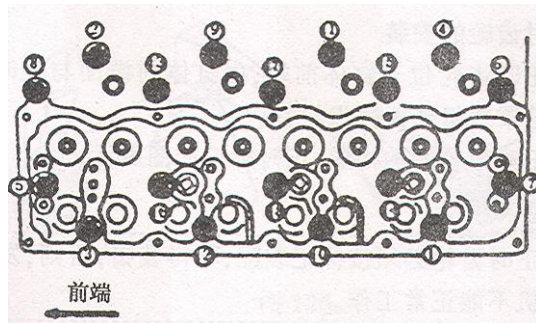

Рисунок 93
- При снятии головки блока цилиндров порядок откручивания болтов показан на рис. 93.